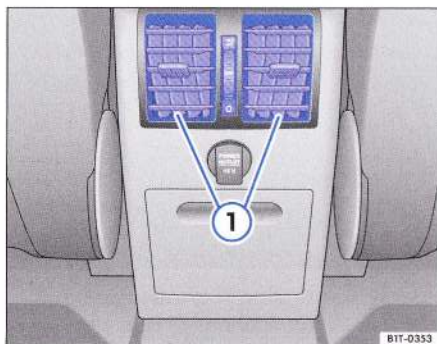

Fig. 110 În consola centrală: Gurile de ventilație pentru ventilarea aerului în spate.
Pentru a conduce curentul de aer spre banchetă, puteți deschide gurile de ventilație → fig. 110 ① de la roțiță. ◀